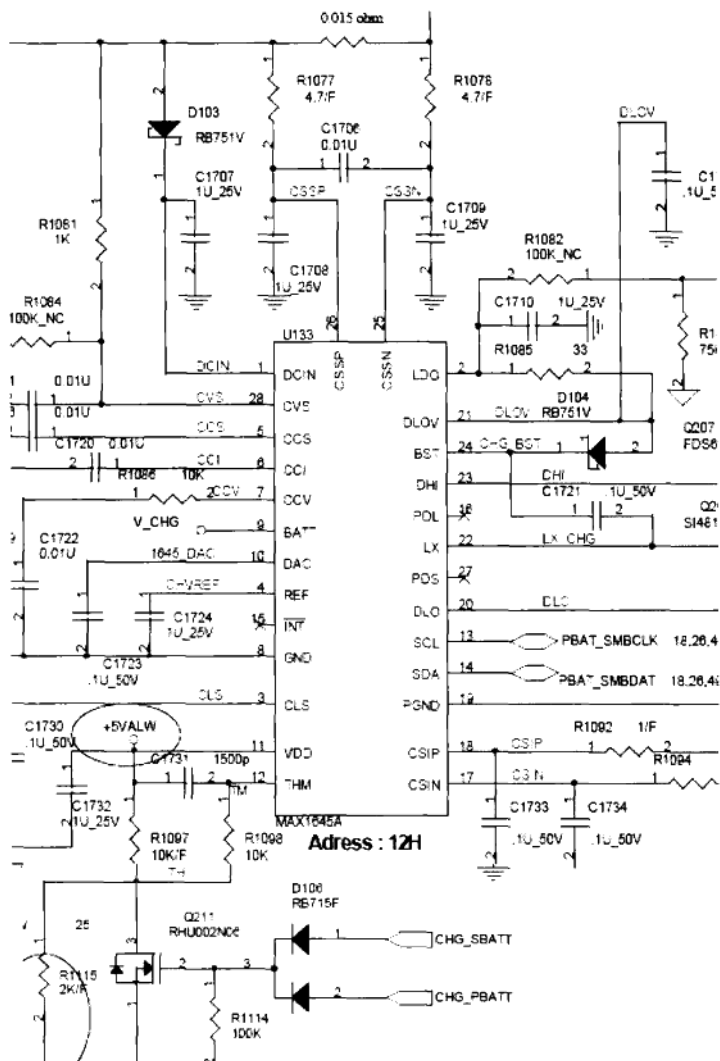

图 2-75 戴尔 D600 笔记本电脑 DC-DC 电路 (工厂图)
(1) 戴尔 D600 笔记本电脑的充放电管理芯片用的是 MAX1645（如图 2-75 所示）